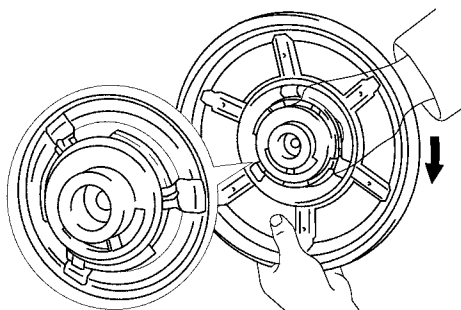

图 15-42 转动阀体
- 2) 将阀体装到加力器活塞上，并如图 15-42 所示转动阀体。